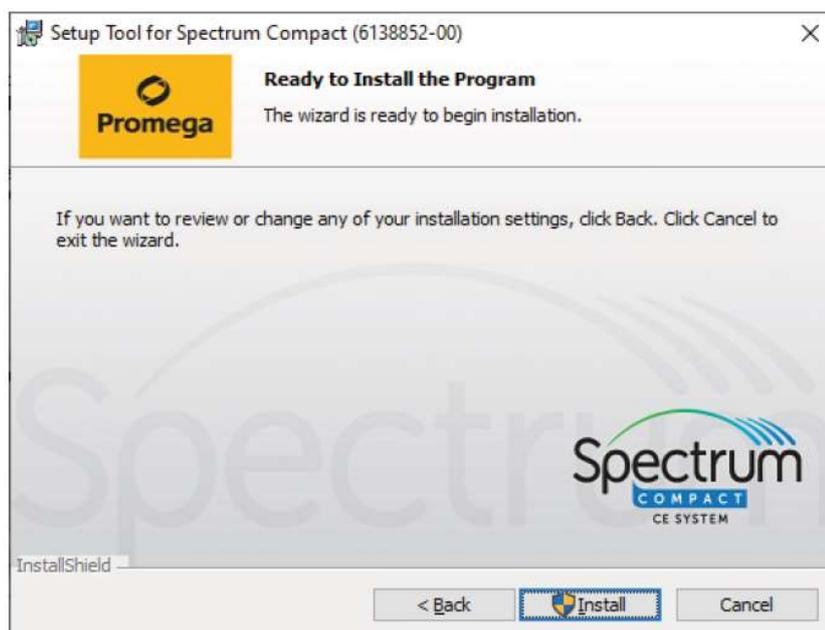

図 186 Ready to Install the Program 画面
3. [Ready to Install the Program] のウィンドウ (図 186) が表示されるので、**Install** を選択します